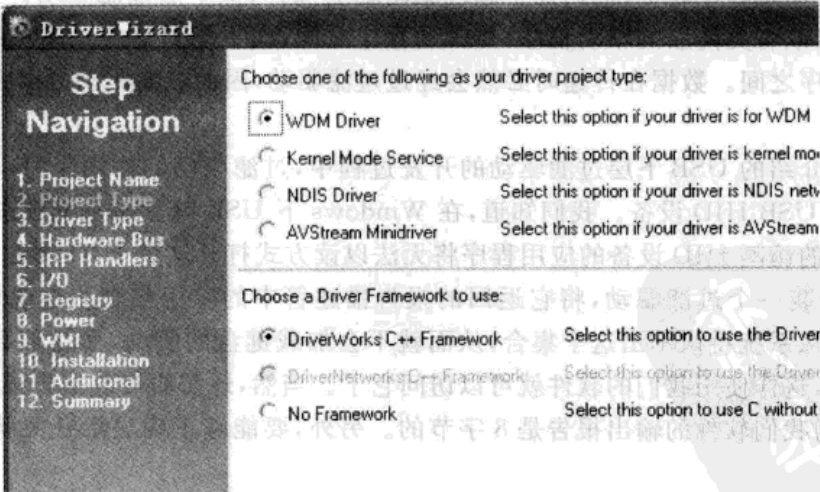

图 10.2.2 选择工程的类型
(2) 选择工程的类型。在弹出的设置工程类型对话框中选择 WDM 驱动(因为 USB 过滤驱动是属于 WDM 驱动)，如图 10.2.2 所示。驱动框架选择为 C++ 框架，之后单击 Next 按钮。